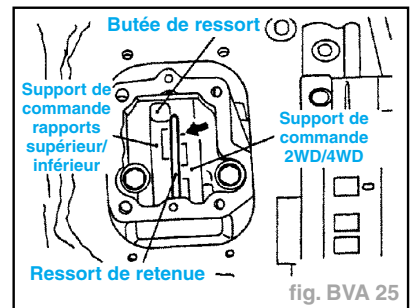

fig. BVA 25
- S'assurer que le ressort de rappel est réglé sur la butée de ressort du support de commande 2WD/4WD, puis poser le levier de commande la position indiquée par la flèche (fig. BVA 25).